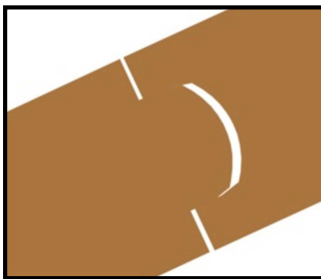

Figure 1 : languette centrée (30 à 80 mm)
- La languette est toujours orientée vers le faîtage (Cf. figures 1 et 2),